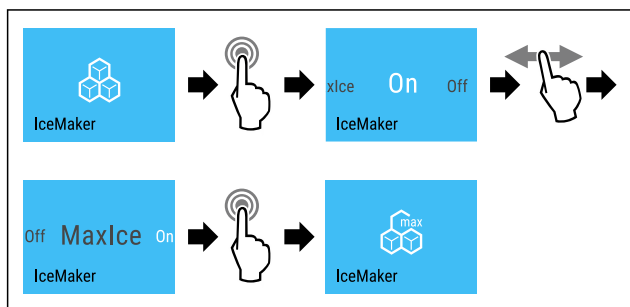

Fig. 18
- ▶ Изпълнете стъпките (виж Fig. 18) .